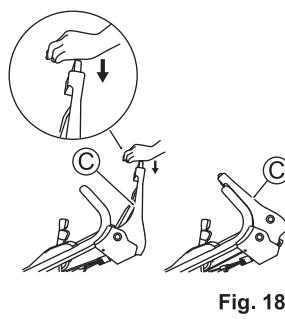

Fig. 18
- Poussez le levier d'embrayage de la lame (C) vers l'avant tout en appuyant sur son bouton jaune. La lame commence alors à tourner. **(Voir Fig. 18)**